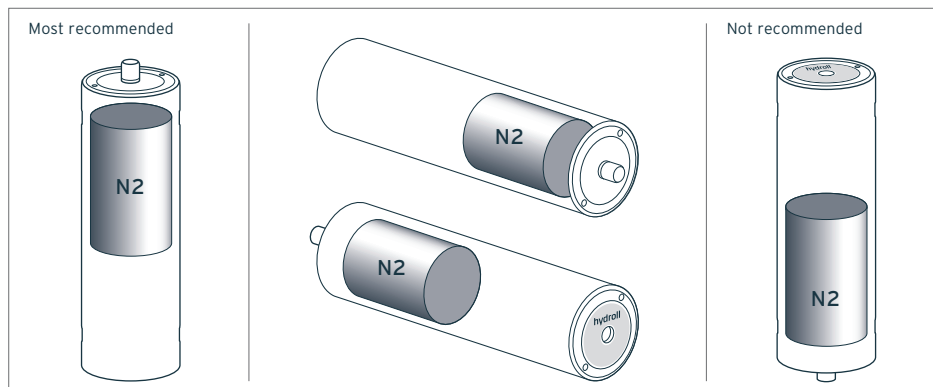

FIGURA 5.2 Posizioni di montaggio
6. Se possibile, installare l'accumulatore in posizione verticale con il lato del gas rivolto verso l'alto. In questa posizione si garantisce la massima durata possibile. Sono ammesse anche altre posizioni, poiché la struttura dell'accumulatore di pressione a pistone funzionerà comunque. Vedere la figura 5.2.